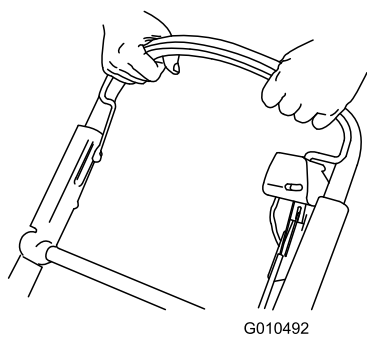

Figura 23
2. Tenete la barra di comando della lama contro la maniglia (Figura 23).